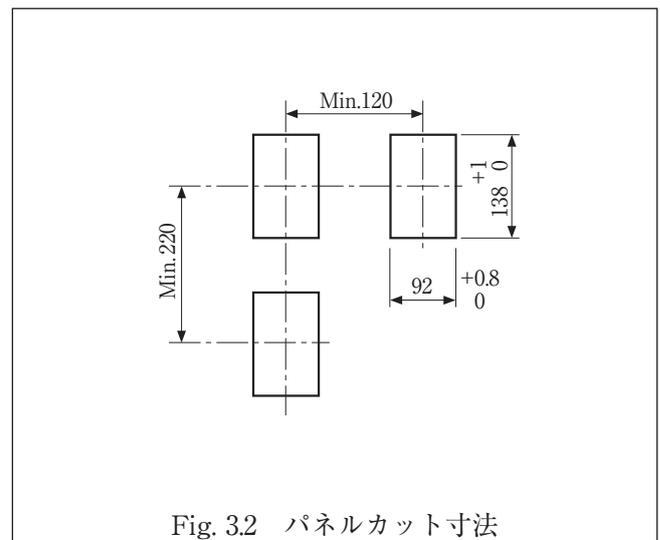

Fig. 3.2 パネルカット寸法
- (1) パネル材は丈夫な鋼板で1.6mm以上、標準は3.2mmです。
- (2) 本器を2台以上取付ける場合はFig.3.2のパネルカット寸法をおすすめします。